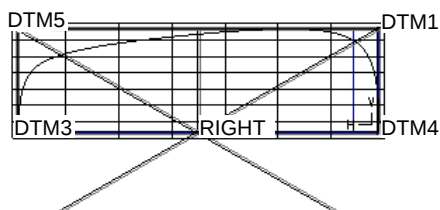
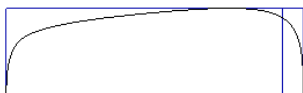

图 10.5.28 设置活动平面
图 10.5.29 VIEW_1 视图状态
(1) 设置模型显示状态。
① 单击图工具栏中的  按钮，选中  **平面显示** 复选框，使基准面显示。
② 显示活动平面栅格。在 **样式** 功能选项卡中选择 **操作**   **首选项** 命令；在系统弹出的“造型首选项”对话框中的 **栅格** 区域选中  **显示栅格** 复选框，然后单击 **确定** 按钮，关闭“造型首选项”对话框。
③ 单击按钮 ，选择 VIEW_1 视图。
(2) 设置活动平面。单击 **样式** 功能选项卡 **平面** 区域中的“设置活动平面”按钮 ，选择 DTM1 基准平面为活动平面，此时模型如图 10.5.28 所示。
(3) 再次设置模型显示状态。
① 单击图工具栏中的  按钮，取消选中  **平面显示** 复选框，使基准面不显示。
② 关闭活动平面的栅格。在 **样式** 功能选项卡中选择 **操作**   **首选项** 命令；在系统弹出的“造型首选项”对话框中的 **栅格** 区域取消选中  **显示栅格** 复选框，然后单击 **确定** 按钮，关闭“造型首选项”对话框。此时模型如图 10.5.29 所示。